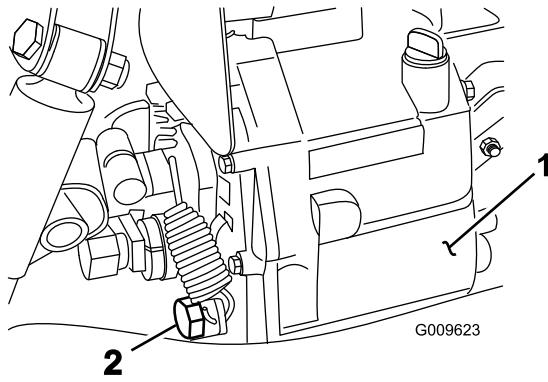

Figure 69
- Enlevez le bouchon de vidange sur le côté du réservoir et faites couler le liquide hydraulique dans un bac de vidange (Figure 69).